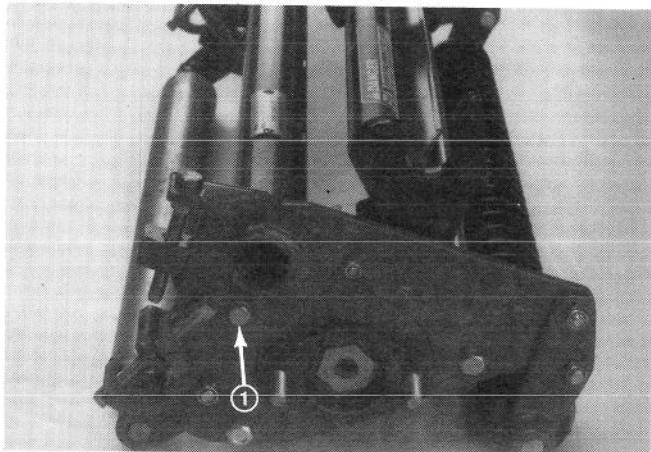

Abbildung 16
1. Die Sicherungsschraube an der Seite der Schneideeinheiten lockern (Abb. 16).